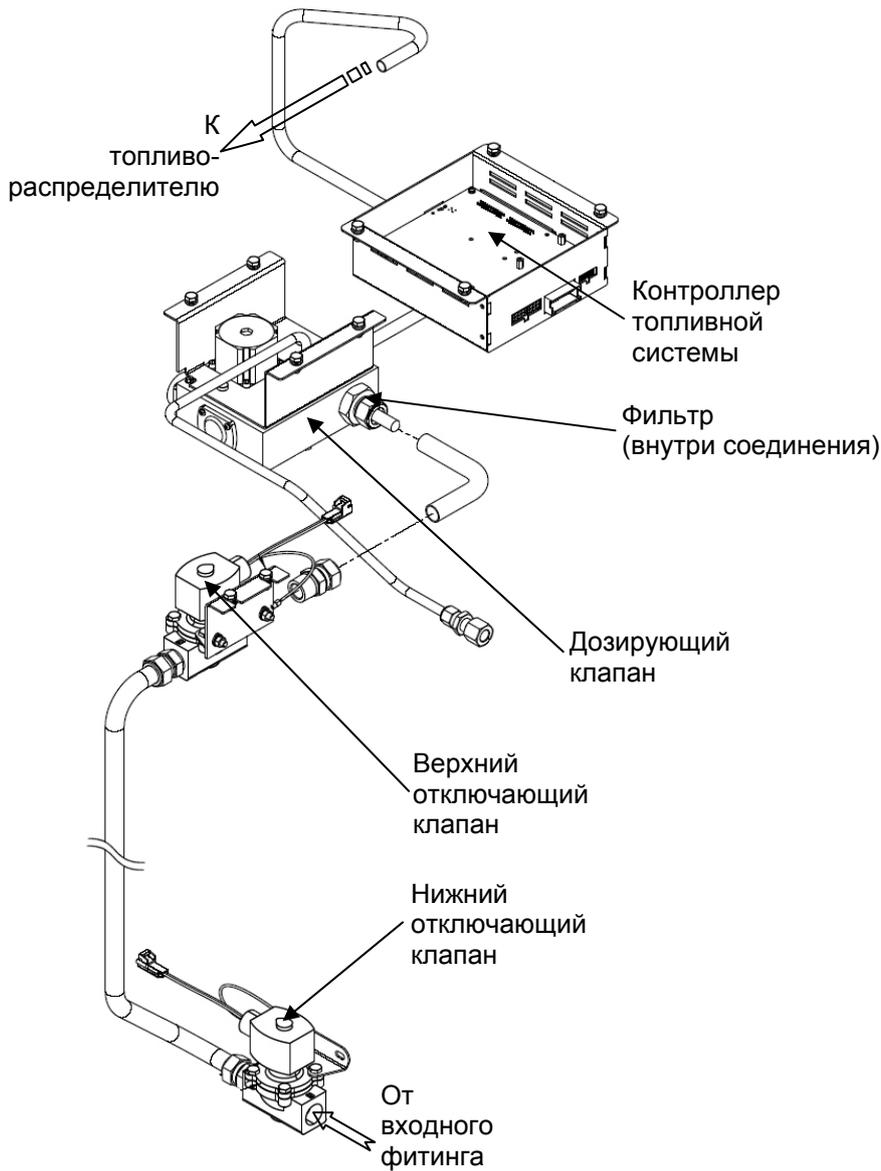

Рисунок 18 Топливная система для газообразных топлив
4.3.2 Топливная обвязка для газообразных топлив (рис.18):